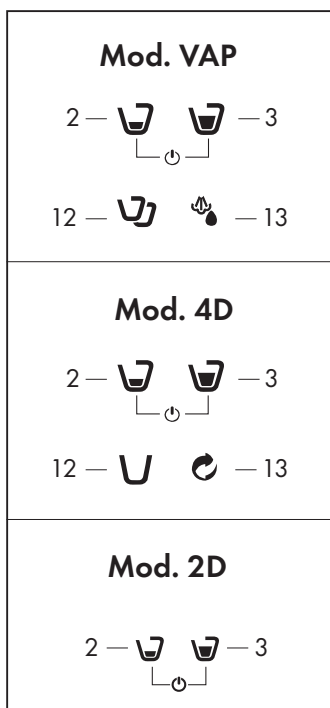

Fig. 5
- Presionando un símbolo (2-3) la máquina se pone en marcha y los iconos se iluminarán de modo intermitente hasta alcanzar la temperatura; cuando los símbolos (2-3-12-13) se iluminan de modo fijo, la máquina está lista para el uso (Fig. 5)
Para volver a utilizar la máquina, pulse un símbolo (2-3) y espere a que se caliente: los símbolos de dispensación (2-3-12-13) se iluminarán de modo intermitente hasta alcanzar la temperatura; cuando los símbolos (2-3-12-13) se iluminan de modo fijo, la máquina está lista para el uso. (Fig. 5)
La máquina se puede apagar presionando y manteniendo presionados contemporáneamente los símbolos (2-3) (Fig.5)
- Controle que no haya cápsulas en el interior de la máquina y que haya agua en el depósito (8); encienda la máquina pulsando el símbolo (2-3) (Fig 5)